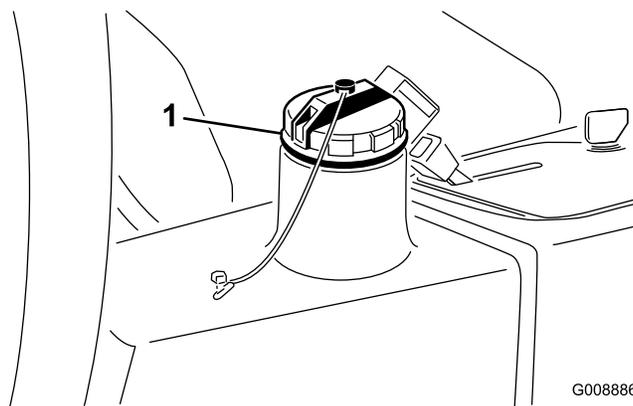

Figure 77
4. Versez environ 13 litres d'huile hydraulique dans le réservoir (Figure 77) ; voir Contrôle du système hydraulique (page 31).